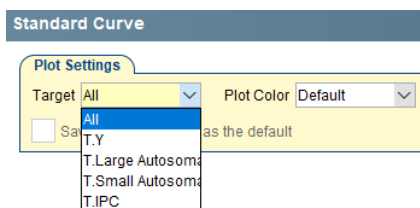

Рисунок 65
3. Во всплывшем окне в графе «**Target**» последовательно открыть калибровочную кривую для каждой мишени (рисунок 65).